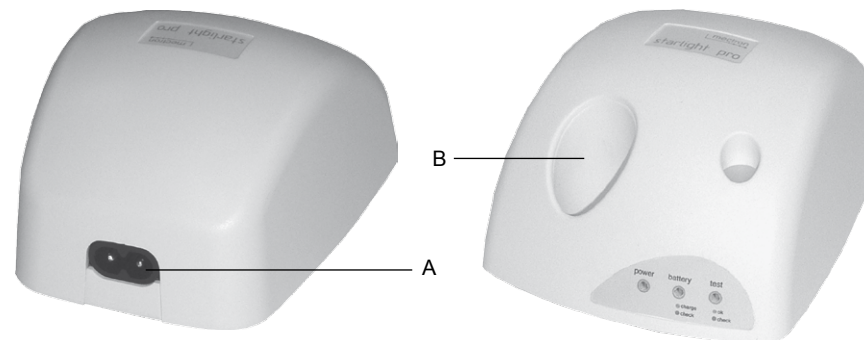

Fig 5
⚠ PELIGRO: No poner en cortocircuito los contactos eléctricos de la estación de recarga con objetos metálicos, Fig.5 - Ref.B, ni tocar con las manos cuando el aparato está encendido.
- 2 Introducir el cable de alimentación de la energía eléctrica, Fig.3 - Ref.E, en la conexión puesta en la parte posterior del aparato, Fig.5 - Ref.A, y luego en la toma de pared. Led verde power encendido, Fig.4 - Ref.A.
- 1 Introducir la pieza de mano en el asiento de la estación de recarga, Fig.5 - Ref.B. El led verde battery se enciende, Fig.4 - Ref.B.
Al terminar el tratamiento, reponer la pieza de mano starlight pro en la estación de recarga, (Fig.5 - Ref.B).